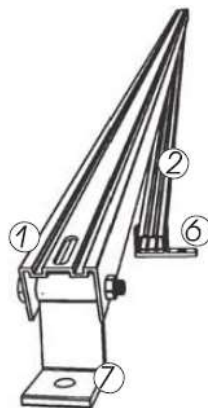

Figura 2. Lateral pré-montada.
A lateral pré-montada é composta por (1) perfil oblíquo "U", (2) a pata, (6) a "F" de fixação traseira e (7) a rótula de fixação dianteira (ver figura 2).